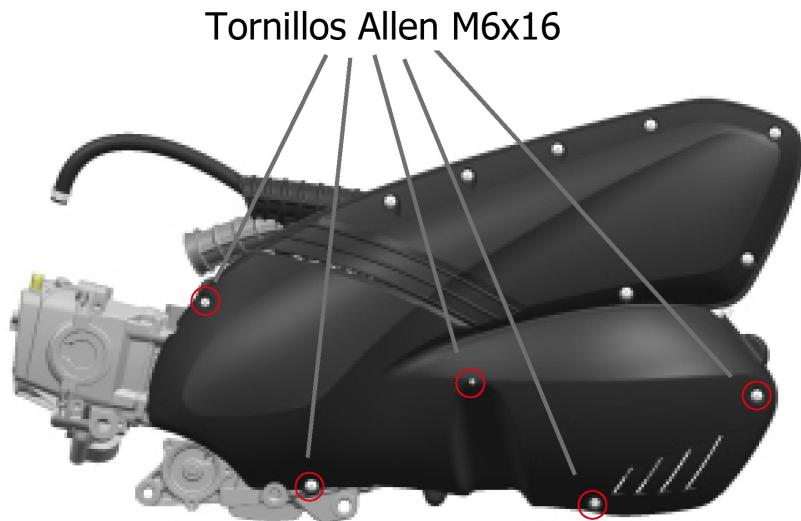

Figura 2
1. Como se muestra en la Figura 2, retire los 5 tornillos Allen y retire la tapa izquierda de la transmisión (no hace falta retirar la cubierta decorativa posterior). Limpie la suciedad pegada a la esponja del filtro de la transmisión de la tapa izquierda